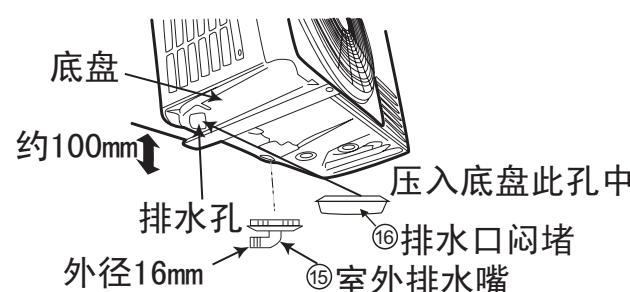

图 42
- 2 请将机体在安装后，按图42所示将附件 ⑯ 室外出水嘴安装在出水孔中。